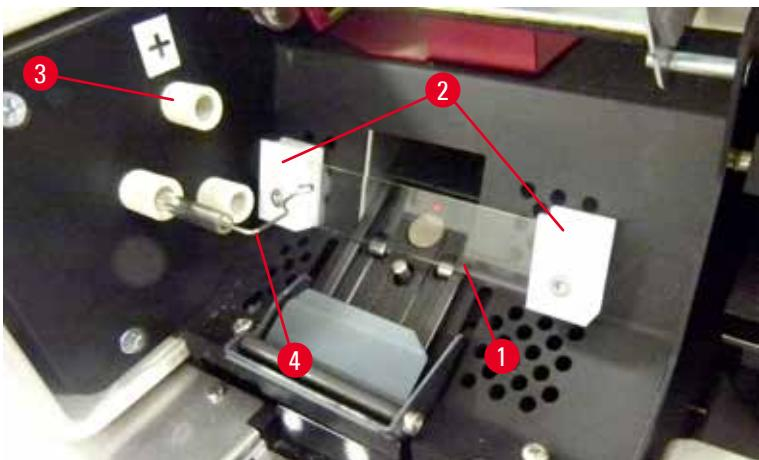

図 17
5. コンタクトスプリング(→「図 16-2」)/(→「図 17-4」)がランプの点火ワイヤ(→「図 18-1」)から外れていることを確認します(→「図 17」)も参照)。